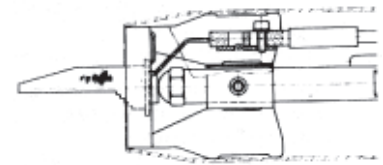

Abb. 5
7. Mit Einstellehre Stauscheibenabstand (Abb. 5) zur Düsenvorderkante fixieren.